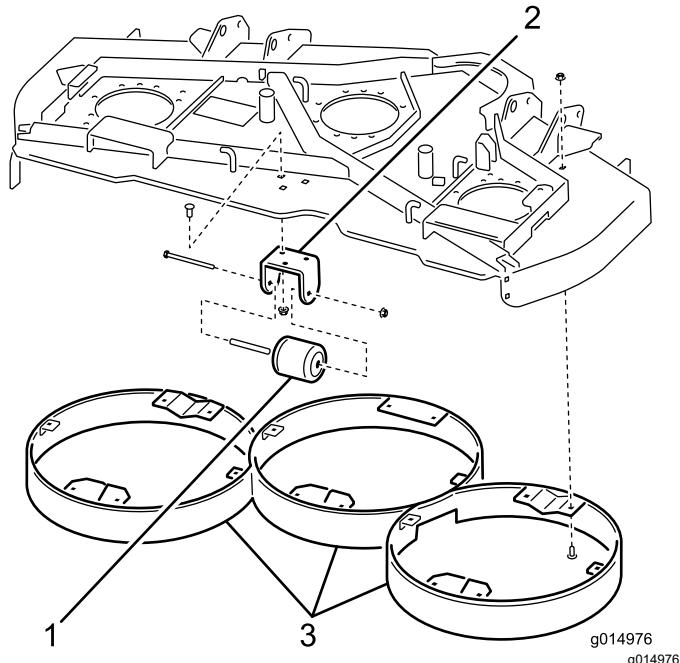

図1
3. デッキローラを取り付けブラケットに固定しているナット、ねじ、スペーサを外してローラを取り出す図1。
4. ローラ取り付けブラケットを刈り込みデッキの裏側に固定しているキャリッジボルトとナットを外す図1。
5. 中央と左右のバッフルを刈り込みデッキの裏側に固定しているキャリッジボルトとナットを外す図1。